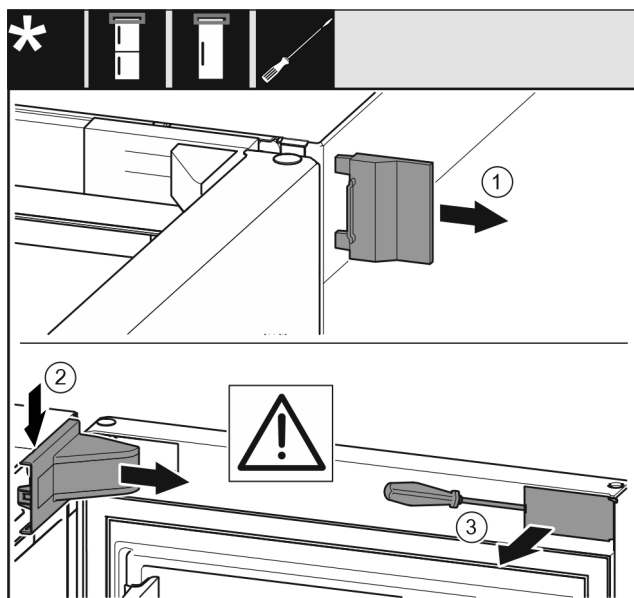

Fig. 4
► 取下外盖。Fig. 4 (1)
► 拆卸并松开托架盖。取下托架盖。Fig. 4 (2)
► 使用带槽螺丝刀松开隔板并把它转到一边。Fig. 4 (3)